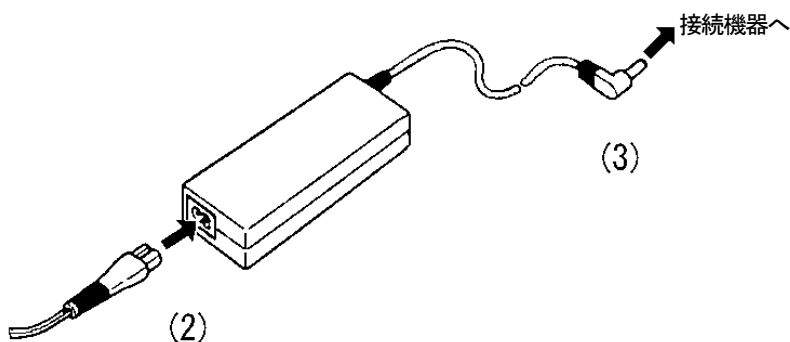

図4-5 ACアダプタ
(2) ACアダプタの接続(図4-5を参照してください)
(図4-5の2)
(図4-5の3)